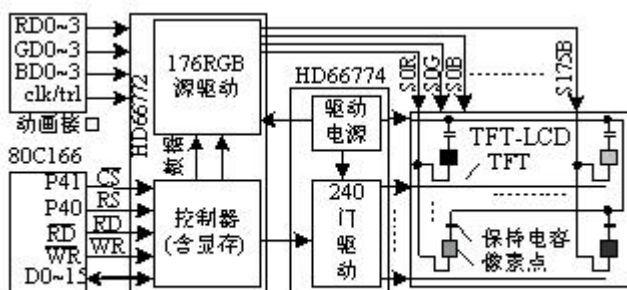

图6 真彩点阵型LCD控制驱动及其接口
驱动器接收显示数据驱动LCD列显示，也称为数据驱动器(data driver)，栅极驱动器控制逐行扫描。Hitachi的HD66772 系列真彩LCD控制驱动器，是嵌入式人机界面设计中表现丰富多彩世界的理想选择，可以实现 176RGB×240 点 218 色高速动画TFT点阵显示。该系列器件包括HD66772、HD66774、HD66775 和HD667P01。HD66772 是内嵌 95KB显存的控制器与 176RGB段的源极驱动器，HD66774 是内含驱动电源的 240 行栅极驱动器，HD77665 仅是 120 行栅极驱动器，HD667P01 是驱动电源器件，HD66772 具有与 80XX MCU直接连接的 8/16 位PPI接口、6/16/18 位动画接口和同步串行接口。使用HD66772 系列器件，控制驱动 176RGB×240 点TFT型LCD真彩显示，有两种方案：①1 片HD66772 + 1 片HD66774；②1 片HD66772 + 2 片HD66775 + 1 片HD667P01。前者结构紧凑，后者比较经济。图 6 给出了前一方案的LCD控制驱动连接与 16 位MCU接口的框图。